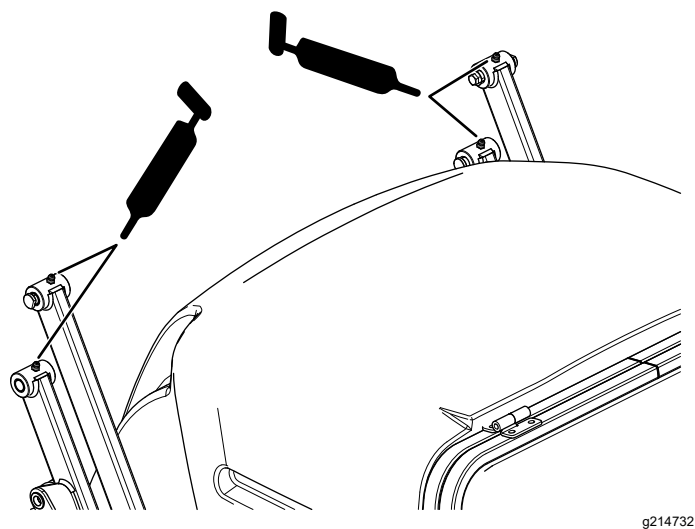

Figura 47
- Bracci della tramoggia – superiore (Figura 47)